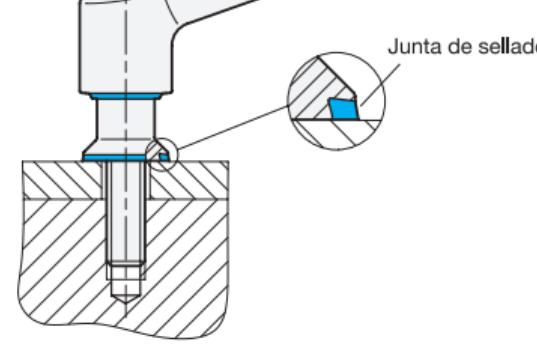

Imagen 1
- La varilla roscada y el orificio de la empuñadura deben colocarse en un espacio de montaje cerrado (Imagen 1).
- La empuñadura solo puede utilizarse junto con la junta de sellado facilitada. La junta tiene forma cónica y por lo tanto debe comprobarse que se coloca en la posición correcta (Imagen 1).